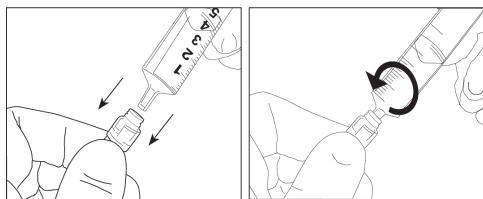

Рис. 2: Охватываемый коннектор Люэр-Слип (MSL)
2. Соблюдая правила асептики, осторожно подсоедините к порту шприц или удлинительную магистраль; при этом шприц или коннектор Люэра другого типа следует вводить непосредственно в безыгольный инъекционный порт, выполняя вращательное движение по часовой стрелке. См. Рис. 2. Не выполняйте ввод под углом и не пытайтесь расширять расщепление в мембране.